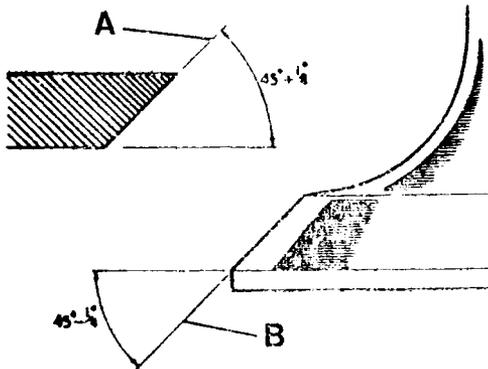

Fig. A3-53 Angulo de asiento en válvulas y culata
- 2.6. Con el equipo apropiado, verificar los asientos de las válvulas en la culata, siendo la inclinación correcta $45^\circ + 1/4^\circ$ tanto para admisión como para escape A (Fig. A3-53).
- 2.7. La inclinación correcta de los asientos de las válvulas tanto para admisión como para escape, es de $45^\circ - 1/4^\circ$, B (Fig. A3-53).
- 2.8. Se llevará a cabo el rectificadado de los asientos de las válvulas en la culata, con el equipo apropiado, teniendo en cuenta que dicho ángulo es el, A, citado en la Fig. A3-53.